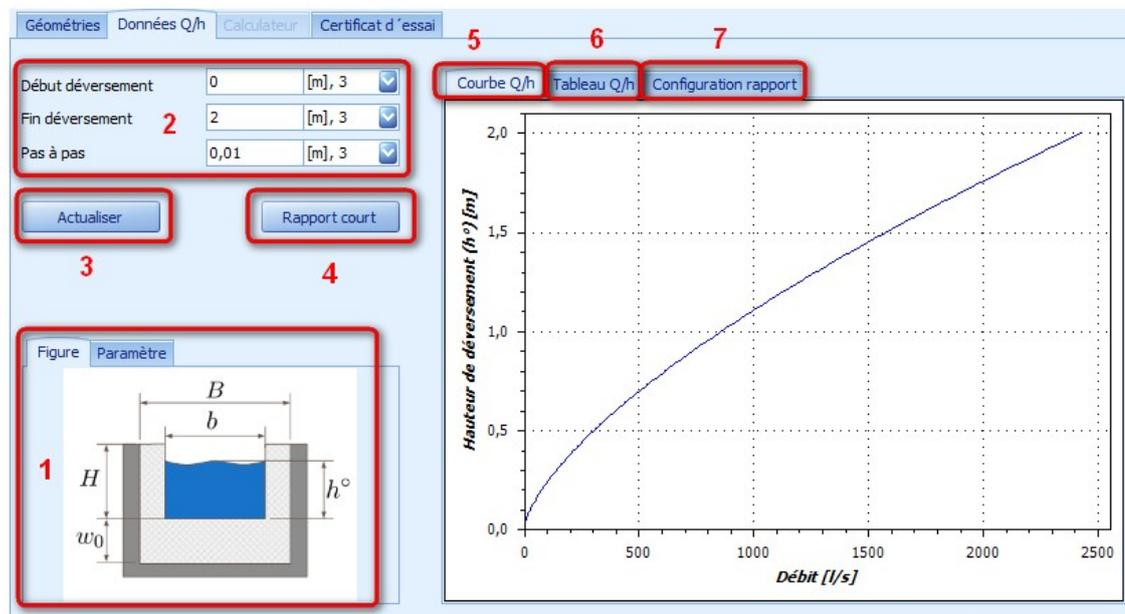

Figure 113: Analyse d'une géométrie Q/h
L'exploitation dans le dialogue subordonné se réfère toujours à la géométrie actuellement sélectionnée. Pour savoir quelle géométrie est active, reportez-vous à la représentation schématique dans la zone (1) de la Figure 113.